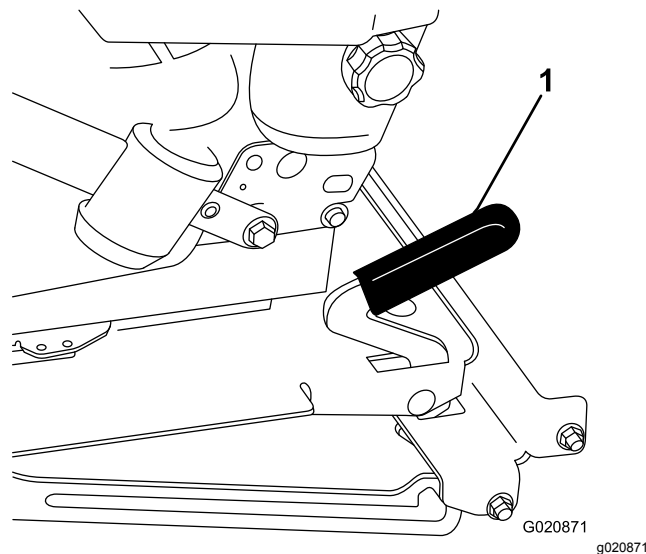

Рисунок 16
2. Потяните фиксатор сиденья вперед и поднимите вверх, чтобы разблокировать сиденье (Рисунок 16).